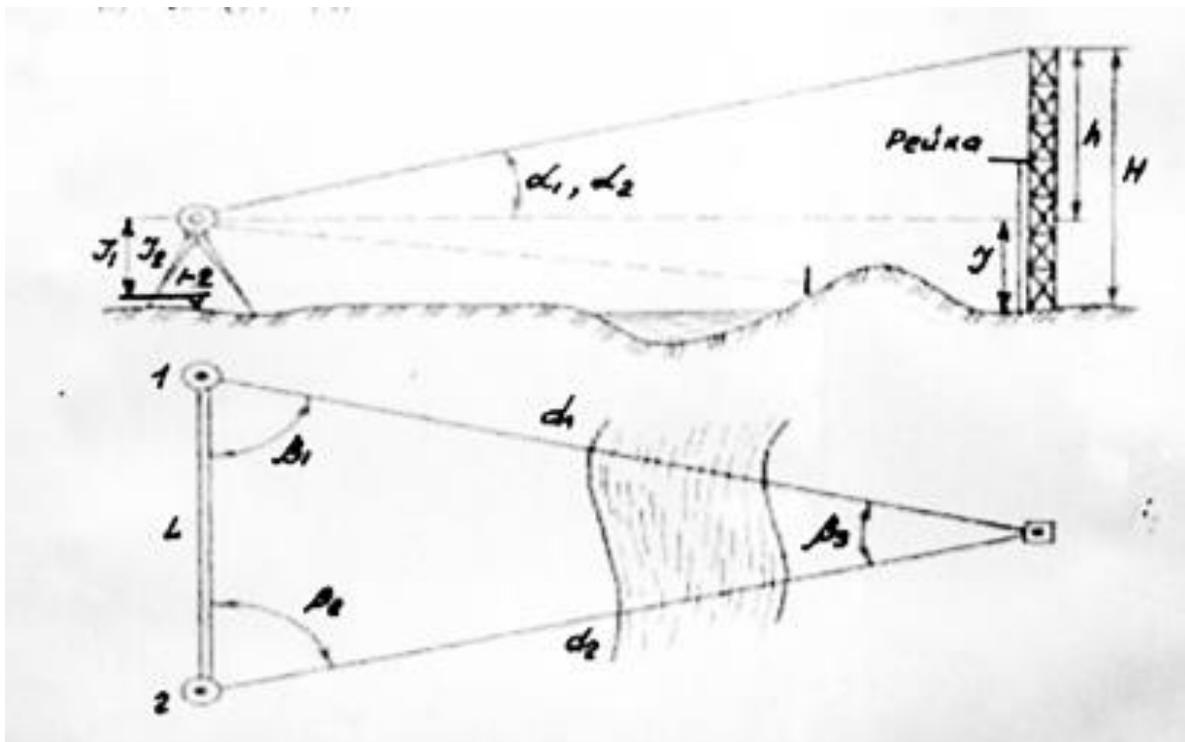

Рис. 5. Схема определения высот сооружения при «неприступном расстоянии»
**Задание 4.** По данным табл. 4 и рис. 5 определить высоту сооружения, если длина базиса 1 – 2 для всех вариантов  $l_k = 50$  м.